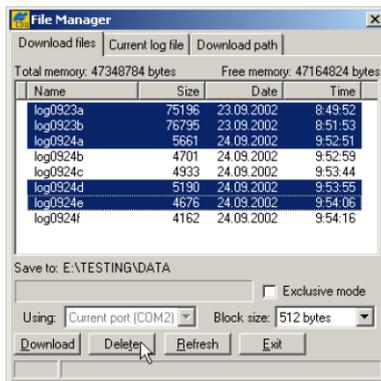

Figura 5-14. Cancellazione di file
3. Fare clic su **File ► File Manager** e selezionare i file da cancellare nella scheda *Download files* (Figura 5-14). Per selezionare più file, tenere premuto il tasto **MAIUSC** e fare clic su file non-sequenziali per selezionare contemporaneamente più file. In alternativa è possibile tenere premuto il tasto **Ctrl** e fare clic su singoli file.
4. Fare clic su **Delete** (Figura 5-14 a pag. 5-9).